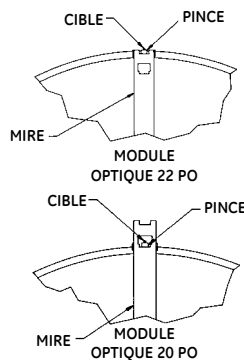

FIGURE 5B
6. Alignez la cible conformément aux indications de la figure 5B.
8. Alignez la cible conformément à la figure 5B.